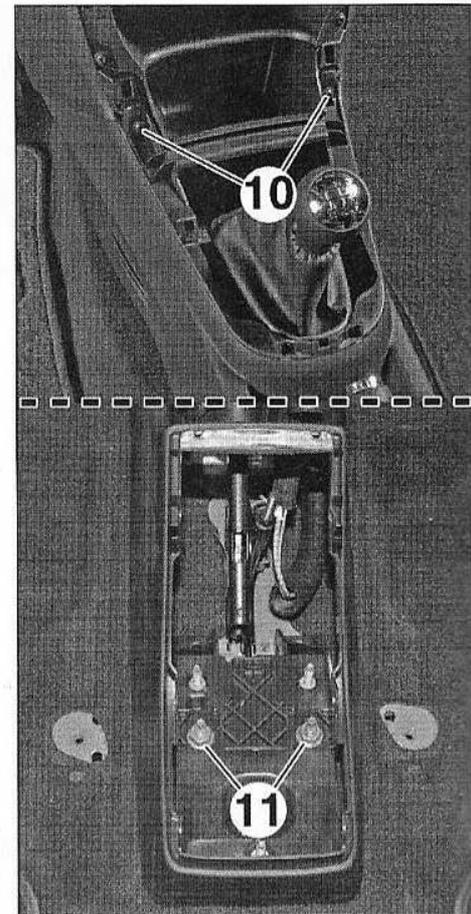
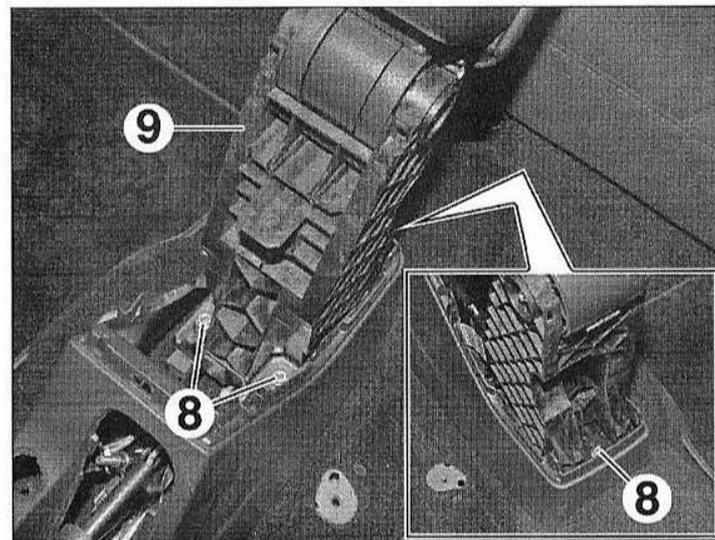

FIG.5
FIG.4
- les écrous (8) (Fig.4),
- l'accoudoir (9),
- les vis (10) (Fig.5),
- les écrous (11).